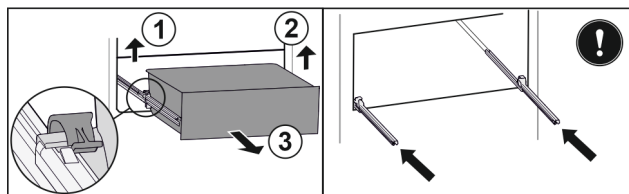

Fig. 126
- Linker klem optillen en gelijktijdig lade links naar voren trekken. Fig. 126 (1)
- Rechter klem optillen en gelijktijdig lade rechts naar voren trekken. Fig. 126 (2)
- Lade naar voren toe verwijderen. Fig. 126 (3)